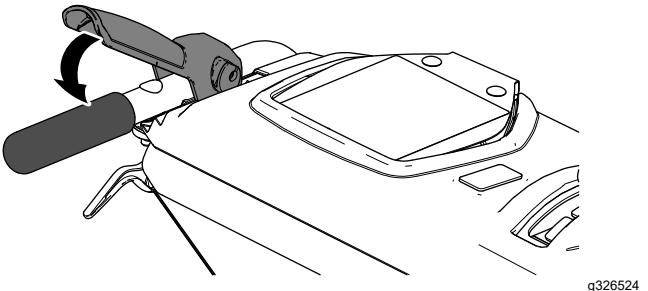

Figura 14
2. Premete lentamente la leva di trasmissione della trazione verso la stegola sinistra (Figura 14).